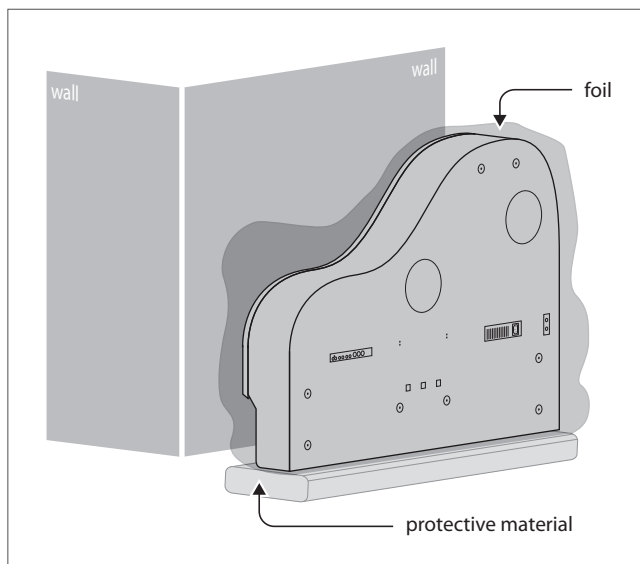

Fig. 2.1: Posição de montagem
- 1) Coloque a consola 1 sobre um material macio protector, como espuma de poliestireno, perto de uma parede com a parte da frente virada para o chão e a tampa virada para a parede, conforme indicado na fig. 2.1.